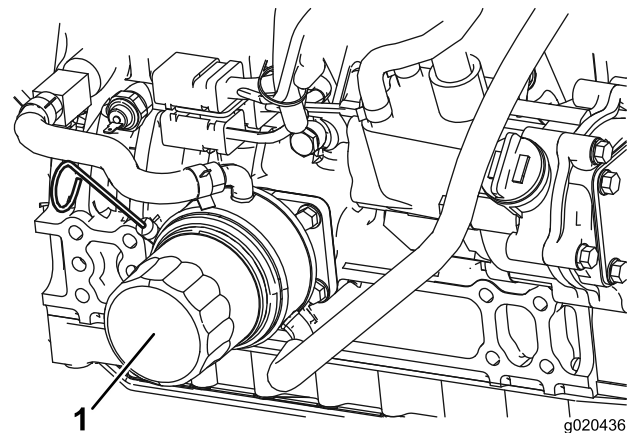

Figure 31
3. Enlevez le filtre à huile usagé (Figure 31) et essuyez la surface du joint sur la tête du filtre.